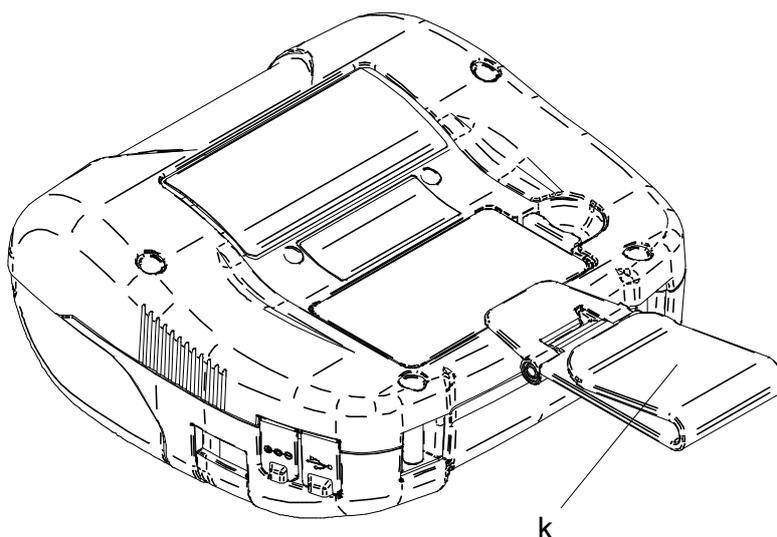

Figura 14-3 Installazione della clip da cintura (3)
(5) Inserire la batteria nella stampante.
(6) Agganciare la parte della clip da cintura "k" alla cintura, come mostrato nella Figura 14-3.